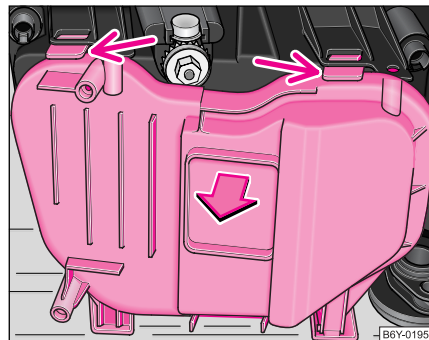
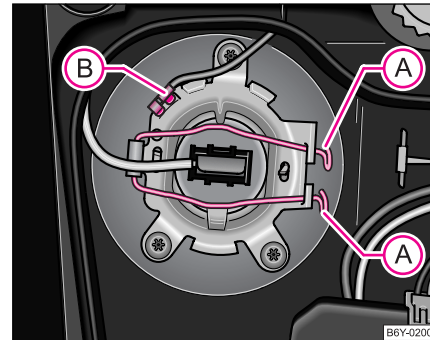
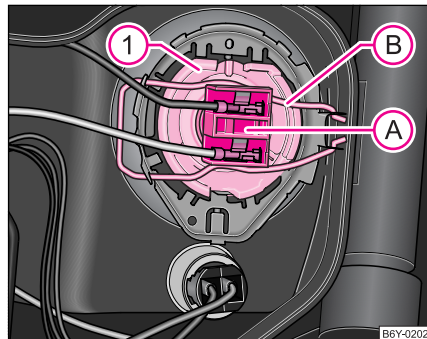

Abb. 165 Schutzabdeckung für Scheinwerfer vorn
Abb. 167 Ausbau der Glühlampe für Fernlicht
Abb. 169 Ausbau der Glühlampe für Abblendlicht
- Drücken Sie die Sicherungsfeder nach unten und bauen Sie die Schutzabdeckung ab ⇒ Seite 234, Abb. 165.
- Bauen Sie die Schutzabdeckung von der Rückseite des Scheinwerfers ab ⇒ Seite 234, Abb. 165.
- Trennen Sie die Steckverbindung (B).
- Federdrahtbügel (A) der Lampenhalterung zusammendrücken und abklappen.
- Die Steckverbindung (B) ⇒ Seite 235, Abb. 167 zusammenstecken.
- Ziehen Sie den Stecker (A) ab. ▶
- Stecken Sie den Stecker **(A)** ⇒ Seite 236, Abb. 169 auf.